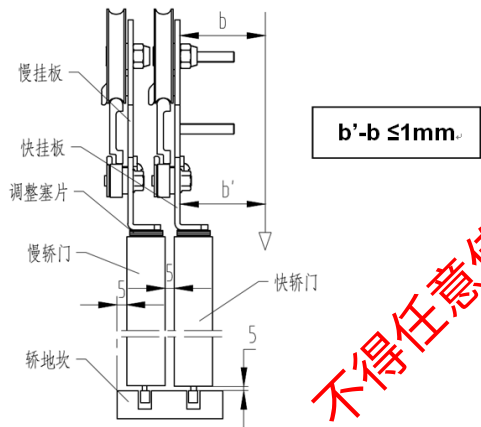
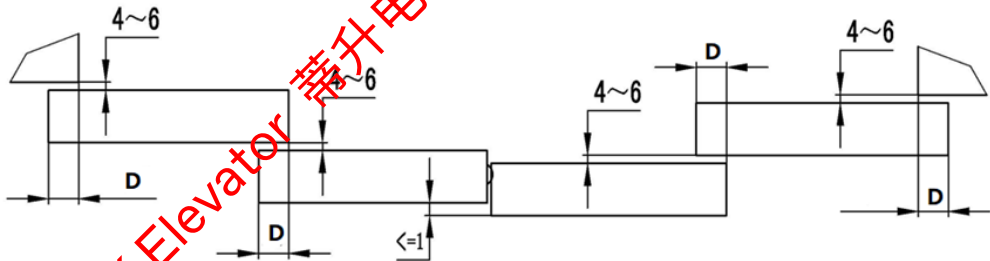

图 3-2g 轿门装配侧视图
图 3-2h 轿门装配俯视图
2. 轿门门扇下端与地坎面的间隙为 4-6mm，慢轿门扇与小旁（轿厢前壁）间隙，以及快轿门板与慢轿门板之间的间隙为 4-6mm(两边间隙相差不大于 1mm)；见图 3-2g 轿门装配侧视图和图 3-2h 轿门装配俯视图。
- 4. 中分门合拢时两门面的共面度不大于 1mm.。见图 3-2h 轿门装配俯视图。